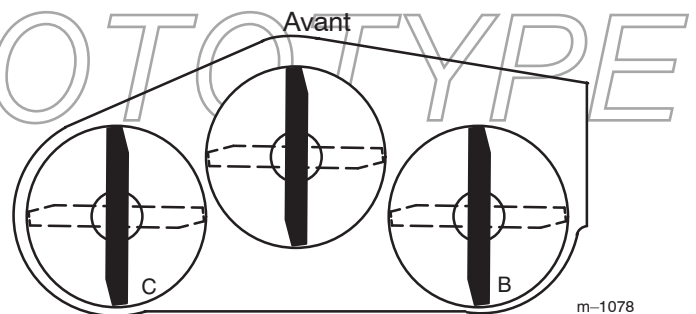
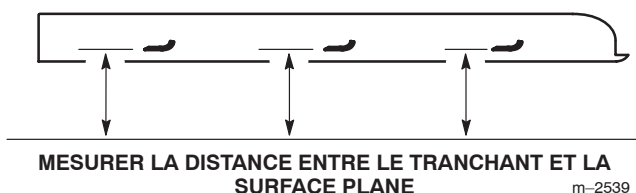

Figure 49
Figure 50
1. Tournez la lame **droite** dans le sens longitudinal (Fig. 49).
2. Mesurez la distance au point **B** (Fig. 49) entre la surface plane et le tranchant de la pointe de la lame droite (Fig. 50).
4. Tournez la lame **gauche** dans le sens longitudinal (Fig. 49).
5. Mesurez la distance au point **C** (Fig. 49) entre la surface plane et le tranchant de la pointe de la lame gauche (Fig. 50).